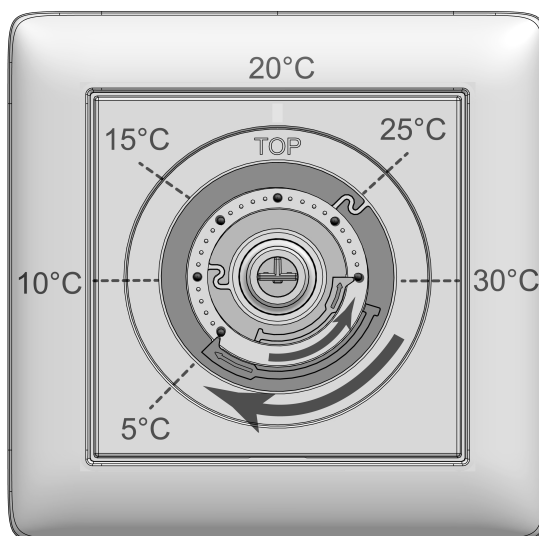

Bild 4: Inställningsringar för temperaturbegränsning
I mittläget reglerar enheten till ca 20 °C börtemperatur. Den lägsta börtemperaturen är ca 5 °C och den högsta börtemperaturen ca 30 °C (Bild 4).
- Dra av manövreringsknappen (4) från centralplattan (3) så att inställningsringarna (6) syns (Bild 4). Temperaturvärdena på bilden visas i illustrationssyfte.